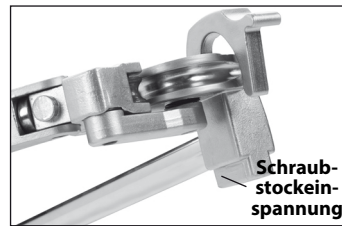

Abbildung 2 – Schraubstockeinspannpunkt
1. Ergreifen Sie die Biegezege am Segmentgriff oder spannen Sie die Biegezege in einen Schraubstock ein (Abbildung 2).